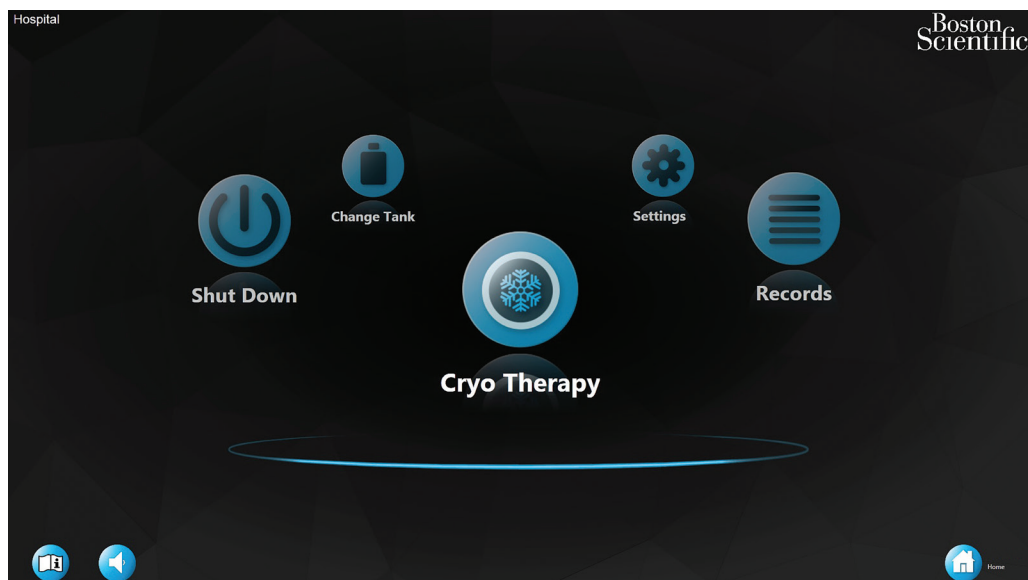

Figura 2. Ecrã inicial
4. O ecrã inicial é apresentado assim que a Consola SMARTFREEZE tiver concluído o procedimento de reinicialização (Figura 2).